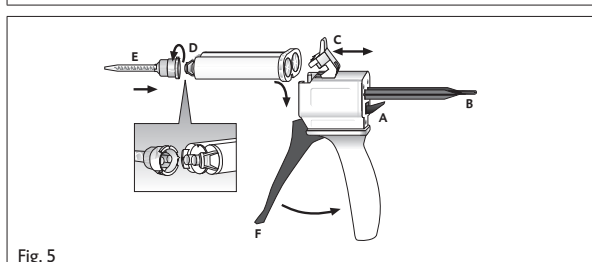

Fig. 5
1. Den Hebel [Fig. 5, Pos. A] an der Rückseite des Automix-Dispensers nach oben drücken und den Schieber [Fig. 5, Pos. B] vollständig zurückziehen.
2. Kunststoffriegel [Fig. 5, Pos. C] nach oben klappen, die Kartusche einsetzen und mit dem Kunststoffriegel [Fig. 5, Pos. C] arretieren.
1. Kartuschenkappe [Fig. 5, Pos. D] oder benutzte Mischkanüle nach Drehung um 90° gegen den Uhrzeigersinn abziehen und verwerfen.
2. Neue Mischkanüle [Fig. 5, Pos. E] aufsetzen.
- ▶ Das Material durch Betätigen des Hebels [Fig. 5, Pos. F] am Automix-Dispenser in der Mischkanüle mischen und direkt applizieren.
2. Kunststoffriegel [Fig. 5, Pos. C] nach oben klappen und die Kartusche entnehmen.